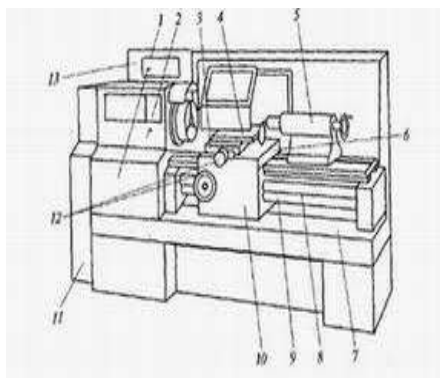

Рис.2. Токарно-винторезный станок 16K20
2. Определить узлы станка (используя рисунок 2 «Токарно-винторезный станок»)